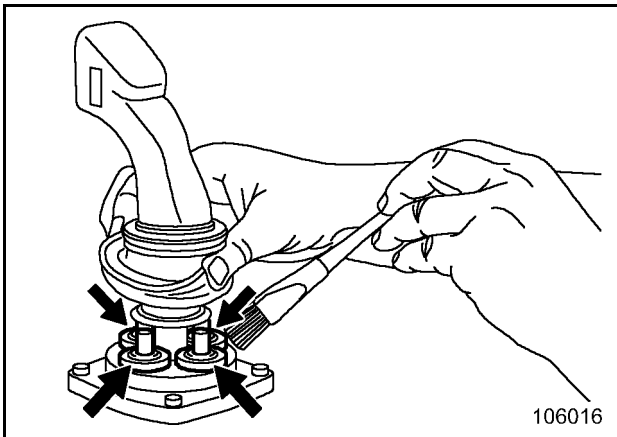

Fig. 3-98:
- Aplicar un poco de grasa a los émbolos de distribución, la campana encima de los émbolos y la articulación cardán de las palancas de mando manual (flechas, Fig. 3-98:). Así se evita que los émbolos de mando se agarran.